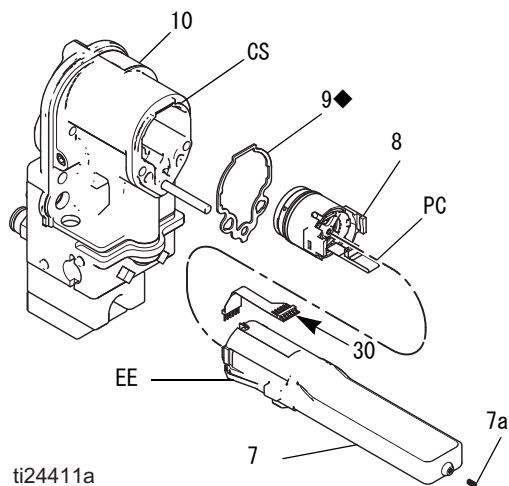
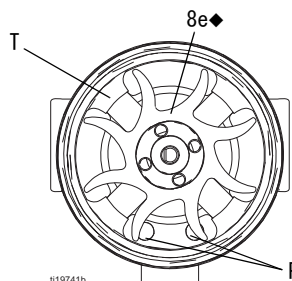

図 38. 電源
図 39. ファンの向き
**メモ** : タービンのベアリングは、2000 時間の動作後に交換してください。部品番号 24N706 ベアリングキットを注文します。キットに含まれる部品には ◆ の記号が付いています。図 38 から図 41 を参照してください。
3. 3 線コネクタ (PC) の外側端子間の抵抗を測定します。2.0 ~ 6.0 オームになるはずですが、その範囲外である場合、タービンコイル (8a) を交換します。
5. 必要に応じて、ファン (8e) を回して、その羽根がハウジング (8d) の 4 つの軸受タブ (T) に当たらないようにします。図 39 を参照してください。
7. ファンの端が上向き状態で、コイルアセンブリ (8a) を作業台で保持します。マイナスドライバを使用して、ファン (8e) をシャフト (S) から引き離します。
10. 新しい下の軸受 (8b1) をシャフト (S) の長い側に取り付けます。ベアリングのより平たい側は、マグネット (M) の反対側に向ける必要があります。ベアリングブレードがコイル (8a) の表面に対して平坦になるように、コイルに取り付けます。
12. ファンの端が上向きの状態で、コイルアセンブリ (8a) を作業台で保持します。ファン (8e) をシャフト (S) の長い側に押し付けます。ファンの羽根の向きは、図 39 に示すとおりになっている必要があります。
13. コイルのピンをハウジングのスロットに揃えた状態で、コイルアセンブリ (8a) を注意しながらハウジング (8d) の前面に押し付けます。3 線のコネクタ (PC) は、ハウジングのタブの広い側のノッチに合わせる必要があります。
14. ファン (8e) を回して、その羽根がハウジングの後部にある 4 つの軸受タブ (T) に当たらないようにします。下の軸受 (8b1) のブレードがタブの位置に合っていることを確認してください。